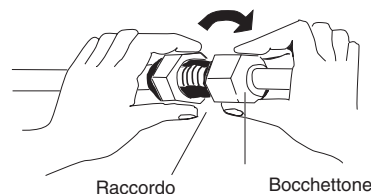

Fig. 6-5
- (3) Per un collegamento adeguato, allineare reciprocamente il raccordo e il tubo svasato, quindi avvitare leggermente il bocchettone. (Fig. 6-5)